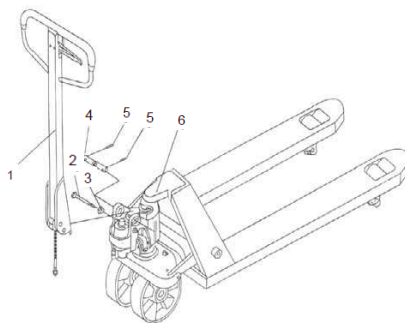

Fig. 5: Montering af styrestang (billedillustration)
- c. Tryk styrestangen ned, og fjern stiften (fig. 5, pos. 2).
- d. Flyt betjeningshåndtaget på grebet til positionen "Hurtigt løft" / "Løft", løft håndtagspladen med skruen (fig. 5, pos. 2), og før indstillingsskruen ind i den forreste revne i håndtagspladen. Bemærk: Indstillingsmøtrikken skal befinde sig under håndtagspladen.
- e. Driv den anden passtift (fig. 5, pos. 5) ind i det andet hul i bolten med en hammer.